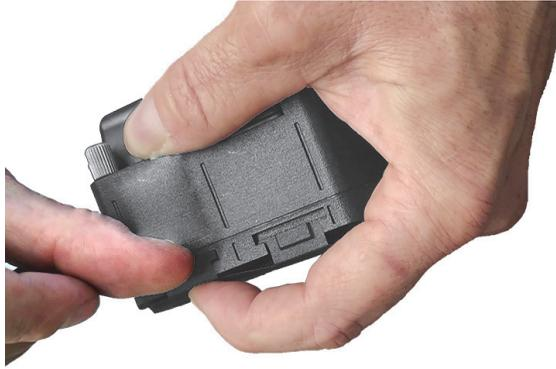

Figura 3-3 Extracción del protector de junta de espuma
1. Comprima con una mano el protector de la junta que se halla dentro de la estructura del soporte de sonda (ver Figura 3-3 en la página 60).